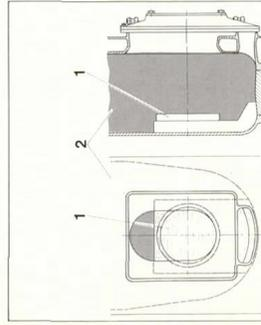

Abb. 18
- Flammeleitteil (1) gemäß Abb. 18 im Feuerraum (2) aufstellen. (Nur bei unit 19 und unit 23).